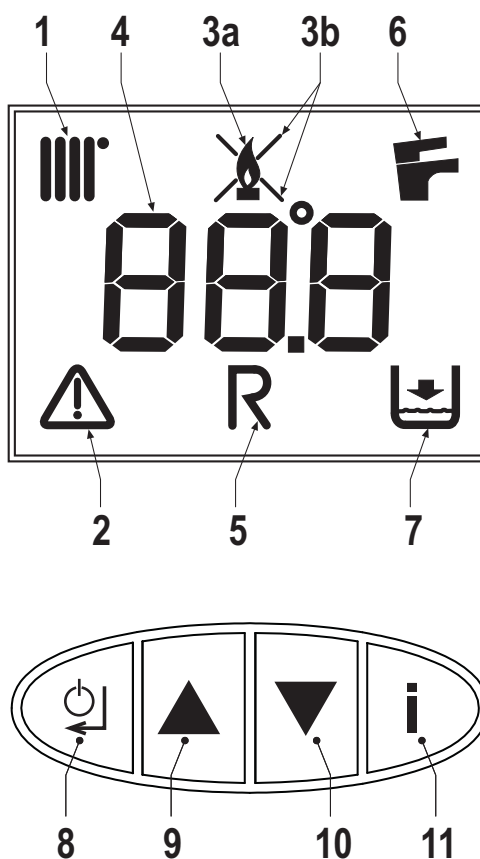

рис. 1 - Панель с устройствами управления
О поступлении запроса на отопление (от контакта запроса, комнатного термостата или пульта ДУ с таймером) сообщает включение радиатора (поз. 1 - рис. 1).
На многофункциональном дисплее (поз. 4 - рис. 1) высвечиваются температура датчика отопления, а во время режима ожидания отопления - символ "d2".
О поступлении запроса на горячее водоснабжение (в результате забора горячей воды) сообщает включение крана (поз. 6 - рис. 1).
На многофункциональном дисплее (поз. 4 - рис. 1) высвечиваются температура датчика ГВС, а во время режима ожидания ГВС - символ "d1".
Нажмите на кнопку Вкл./Выкл. (поз. А - Рис. 1) на 5 секунд.
Когда агрегат выключен, на электронную плату продолжает подаваться электрическое питание. При этом системы отопления и ГВС не работают. Остается активной противоморозная система. Для включения агрегата снова нажмите кнопку Вкл./Выкл. (поз. А - Рис. 1) на 5 секунд.
Для доступа к меню пользовательских настроек необходимо нажать на кнопку "Info" (поз. 11 - рис. 1).
Нажимайте на кнопку "Info" (поз. 11 - рис. 1), пока не отобразится параметр u01 меню пользовательских настроек.
Нажмите на кнопку "Ввод" (поз. 8 - рис. 1): отобразится текущее значение параметра u01.
Используйте кнопки (поз. 9 и 10 - рис. 1) для изменения температуры от минимальной в 30°C до максимальной в 85°C.
Нажмите на кнопку "Ввод" (поз. 8 - рис. 1) для подтверждения настройки.
Далее нажимайте на кнопку "Info" (поз. 11 - рис. 1) до выхода из меню.
Нажимайте на кнопку "Info" (поз. 11 - рис. 1), пока не отобразится параметр **u02** меню пользовательских настроек.
Нажмите на кнопку "Ввод" (поз. 8 - рис. 1): отобразится текущее значение параметра **u02**.
Используйте кнопки (поз. 9 и 10 - рис. 1) для изменения температуры от минимальной в 10°C до максимальной в 65°C.
Нажимайте на кнопку "Info" (поз. 11 - рис. 1), пока не отобразится параметр **u03** меню пользовательских настроек.
Нажмите на кнопку "Ввод" (поз. 8 - рис. 1): отобразится текущее значение параметра **u03**.
Используйте кнопки (поз. 9 и 10 - рис. 1) для настройки режима "Лето" (0) или "Зима" (1).
Нажимайте на кнопку "Info" (поз. 11 - рис. 1), пока не отобразится параметр **u04** меню пользовательских настроек.
Нажмите на кнопку "Ввод" (поз. 8 - рис. 1): отобразится текущее значение параметра **u04**.
Используйте кнопки (поз. 9 и 10 - рис. 1) для настройки режима "Экономный" (0) или "Комфорт" (1).
Далее нажимайте на кнопку "Info" (поз. 11 - рис. 1) для выхода из меню.
Нажимайте на кнопку "Info" (поз. 11 - рис. 1), пока не отобразится параметр **u05** меню пользовательских настроек.
Нажмите на кнопку "Ввод" (поз. 8 - рис. 1): отобразится текущая стадия (Step) максимальной мощности.
Используйте кнопки (поз. 9 и 10 - рис. 1) для изменения максимальной мощности от 1 (минимальный Step) до 5 (максимальный Step).
Нажимайте на кнопку "Info" (поз. 11 - рис. 1), пока не отобразится параметр **u06** меню пользовательских настроек.
Нажмите на кнопку "Ввод" (поз. 8 - рис. 1): отобразится текущее значение параметра **u06**.
Используйте кнопки (поз. 9 и 10 - рис. 1), чтобы изменить методологию работы:
Нажимайте на кнопку "Info" (поз. 11 - рис. 1), пока не отобразится информация u07 меню пользовательских настроек.